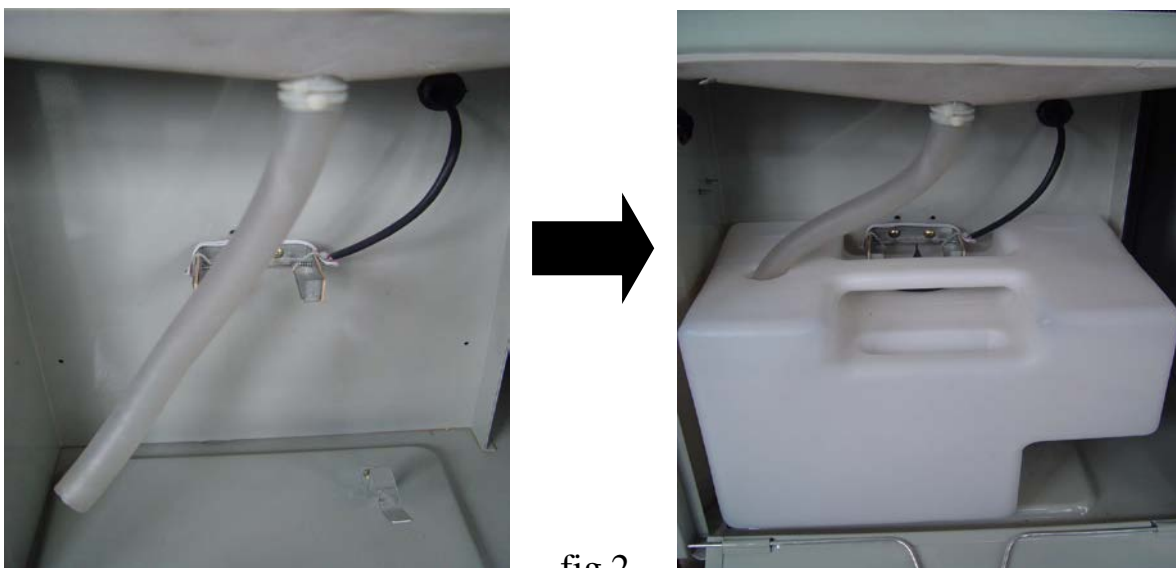

fig 2
2) En reliant un tuyau en plastique de diamètre interne de 14 mm (doit être procuré et installé par le client) au tuyau de sortie disposé dans la partie réservée à l'évacuation (fig 2); Faire particulièrement attention à ne pas élever le tuyau en plastique au dessus du niveau d'évacuation du déshumidificateur (H max = 30 cm environ) afin d'éviter le débordement de l'eau et l'inondation de l'appareil.